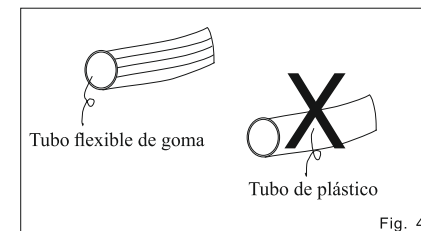

Fig. 4
- Use únicamente tubo flexible de goma, indicado para placas de gas. El uso de tubos de plástico puede ser peligroso (Fig.4)